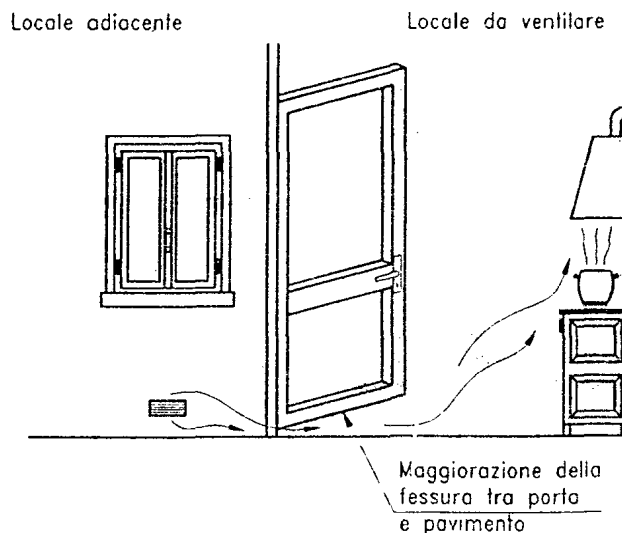

Fig. 7
- il flusso dell'aria dal locale adiacente sino a quello da ventilare possa avvenire liberamente attraverso aperture permanenti, di sezione netta complessivamente non minore di quella indicata in 3.2.1. Tali aperture potranno anche essere ricavate maggiorando la fessura fra porta e pavimento (vedere fig. 7).